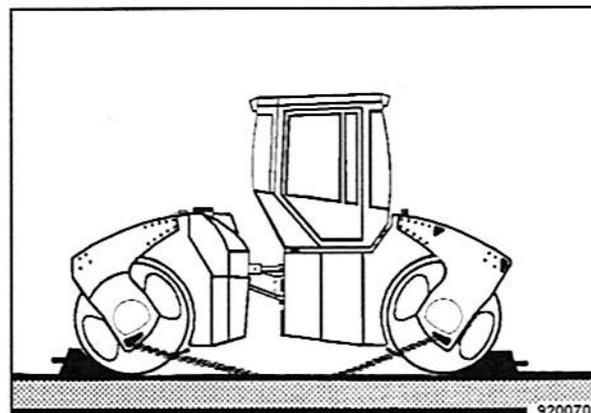

Fig. 110
- Sobre el medio de transporte hay que atar la máquina fijando el atado (Fig. 110) en el soporte delantero y trasero.